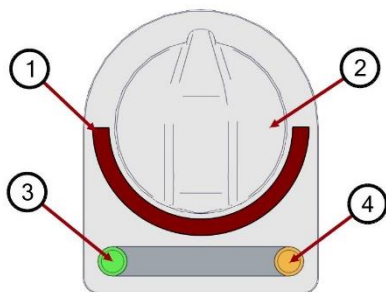

Fig. 1
- Tourner légèrement la manette de façon à mettre la fonction en service. Le voyant vert (Fig. 1 – Rep. 3) s'éclaire.
- Continuer à tourner la manette dans les sens horaires. Le voyant ambre (Fig. 1 – Rep. 4) s'éclaire, indiquant la chauffe du bain d'huile.